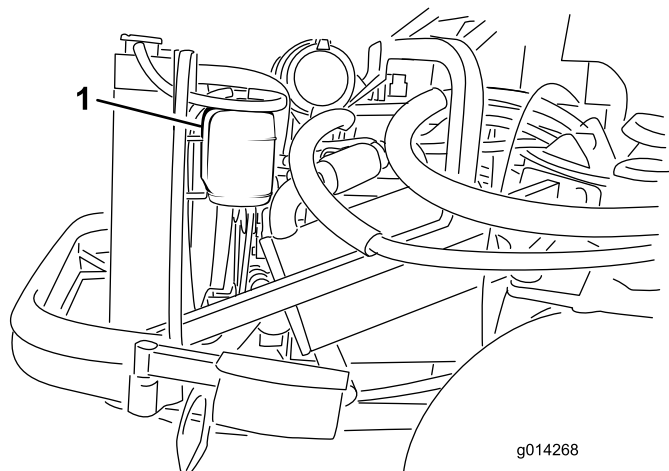

図 45
1. 液量の点検は補助タンクで行う (図 45)。タンク側面についている2本のマークの間にあれば適正である。